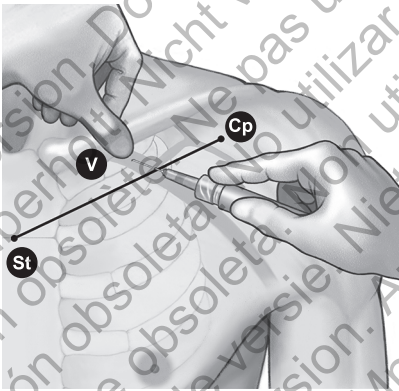

Abbildung 6. Platzierung des Daumens und Einstichstelle der Nadel
4. Drücken Sie den Daumen gegen den Zeigefinger und zielen Sie 1-2 Zentimeter unterhalb der Clavicula, um den Musculus subclavius vor der Nadel zu schützen. (Wenn eine Hypertrophie des Musculus pectoralis erkennbar ist, sollte der Daumen auf einen Punkt ca. 2 Zentimeter unterhalb der Clavicula zeigen, da der Musculus subclavius ebenfalls hypertrophiert sein könnte) (Abbildung 6 auf Seite 19).